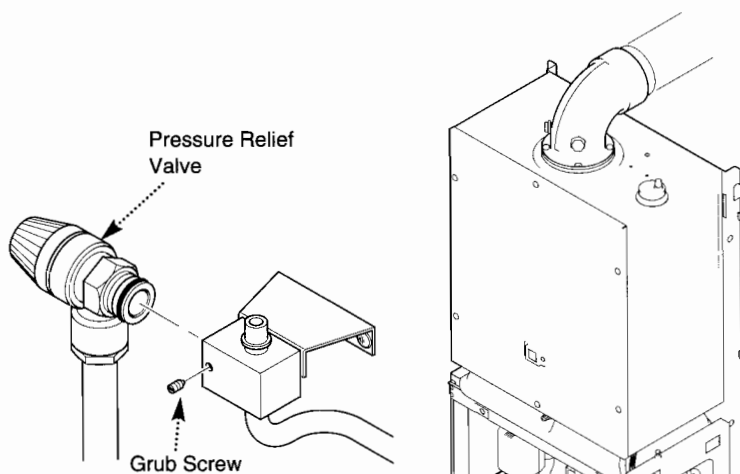

Fig. 62
13.18 Pressure Relief Valve (Fig. 62)